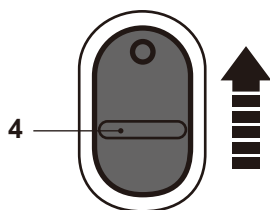

Fig. 23
- > Deslice el interruptor de encendido/apagado (4) hacia delante (visto desde la posición del operador) para encender el producto (Fig. 23).